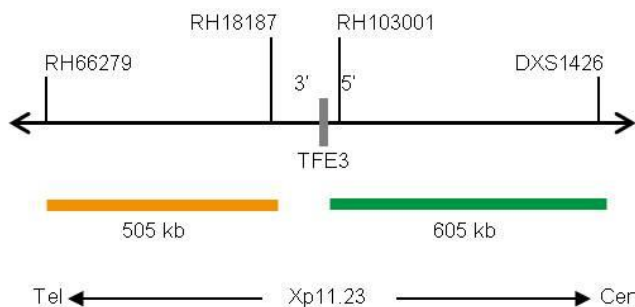

Fig. 1 : Carte de la sonde SPEC TFE3 (pas à l'échelle)
- Polynucléotides marqués au ZyOrange (excitation 547 nm/émission 572 nm) (~4,5 ng/μl), qui ciblent une séquence de Xp11.23* (chrX:48,287,169-48,792,674) distale de la région des points de rupture de TFE3 (voir figure 1).
- Polynucléotides marqués au ZyGreen (excitation 503 nm/émission 528 nm) (~10 ng/μl), qui ciblent une séquence de Xp11.23* (chrX:48,906,685-49,509,699) proximale de la région des points de rupture de TFE3 (voir figure 1).